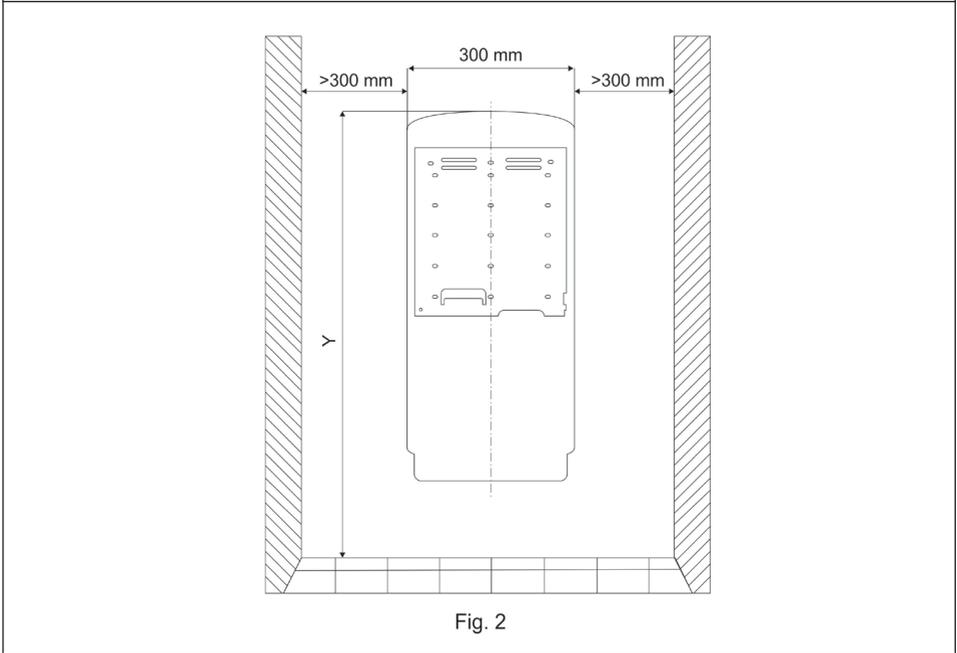

Fig. 2
- **Fig. 2.** Asegure que el lugar donde va a instalar el aparato, respeta las medidas mínimas indicadas. Recomendamos variar la altura de instalación del aparato, dependiendo de si se quiere instalar en un servicio para hombres, para mujeres o discapacitados.